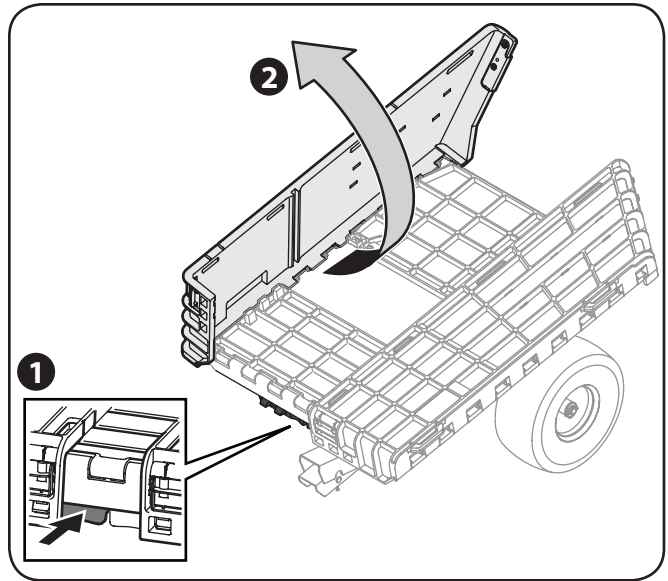

Figura 3-5
- Ubique el sujetador del panel en la parte delantera del remolque. Presione el sujetador del panel hacia adentro y levante los lados de la plataforma del remolque. Consulte la Figura 3-5.